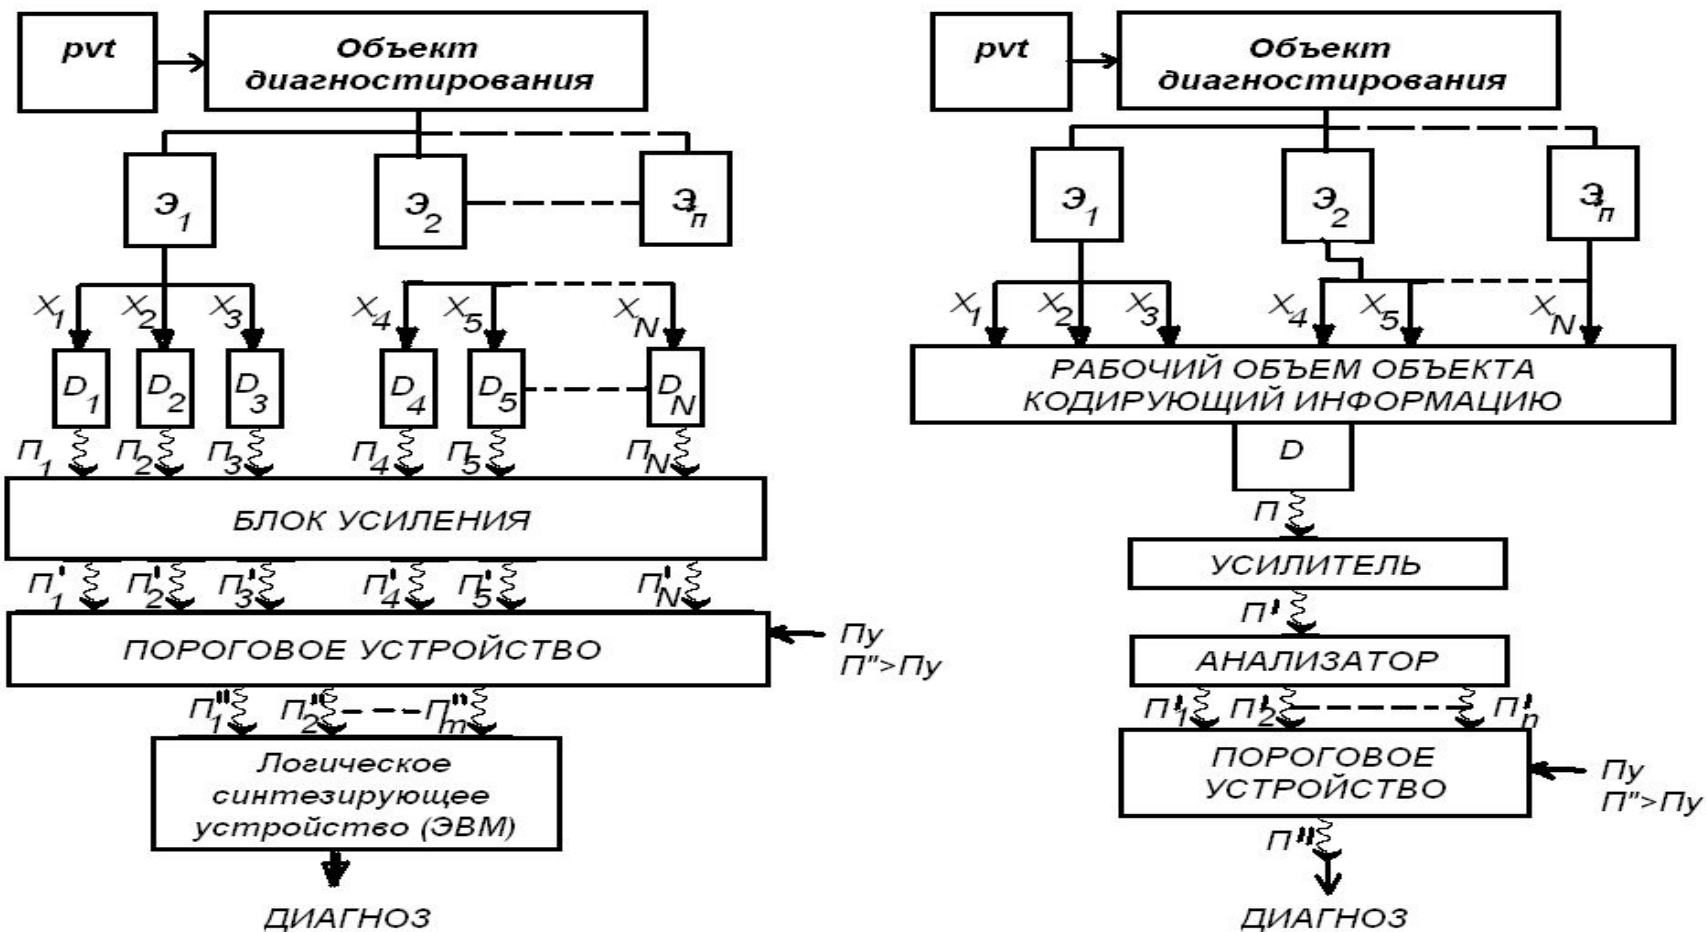

Рис. 4.17. Процесс диагностирования технического состояния сложного объекта с использованием различных методов получения и обработки информации.
- ◎ **Процессы диагностирования** (рис. 4.17) **включают:** тестовое воздействие на объект, измерение диагностических параметров, обработку полученной информации и постановку диагноза.
- Существуют два вида диагностирования: на основе метода анализа широкоинформационного диагностического сигнала (например, акустического) (см. рис. 4.17, б) и на основе синтеза локальных сигналов, несущих узкую информацию (см. рис. 4.17, а). Возможно соединение обоих видов.